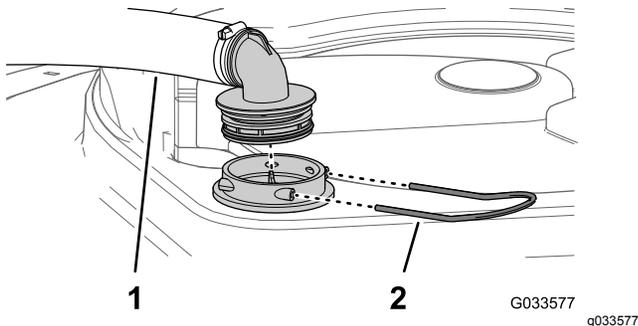

Figura 21
2. Na parte superior do depósito do pulverizador, retire a fixação que prende a união da mangueira unida à tubagem grande da estrutura do filtro (Figura 21).
3. Retire a tubagem e a união da tubagem da estrutura do filtro (Figura 21).